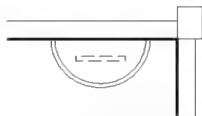
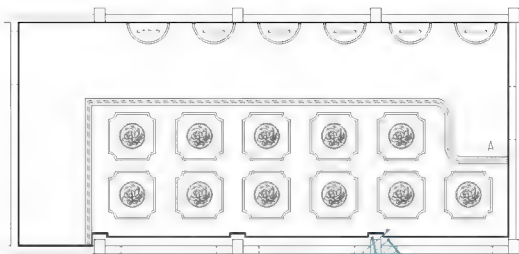

图 4.124 绘制灯管
图 4.125 阵列图形
(4) 用【矩形】命令绘制长度为 604mm、宽度为 64mm 的灯管，并将其线型改为 HIDDEN，结果如图 4.124 所示。
(5) 启动【阵列】命令，打开【阵列】对话框，设置为 1 行、6 列、列偏移-1850，选择图 4.124 内的顶棚造型为阵列对象，结果如图 4.125 所示。